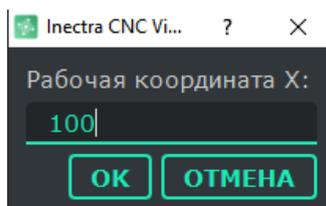

Рисунок 4. Установка произвольного значения рабочей координаты
**Обратите внимание.** Кликнув два раза левой кнопкой мыши по полю со значением рабочей координаты, откроется окно (см. рис. 4), в котором Вы можете присвоить рабочей координате соответствующей оси произвольное значение.